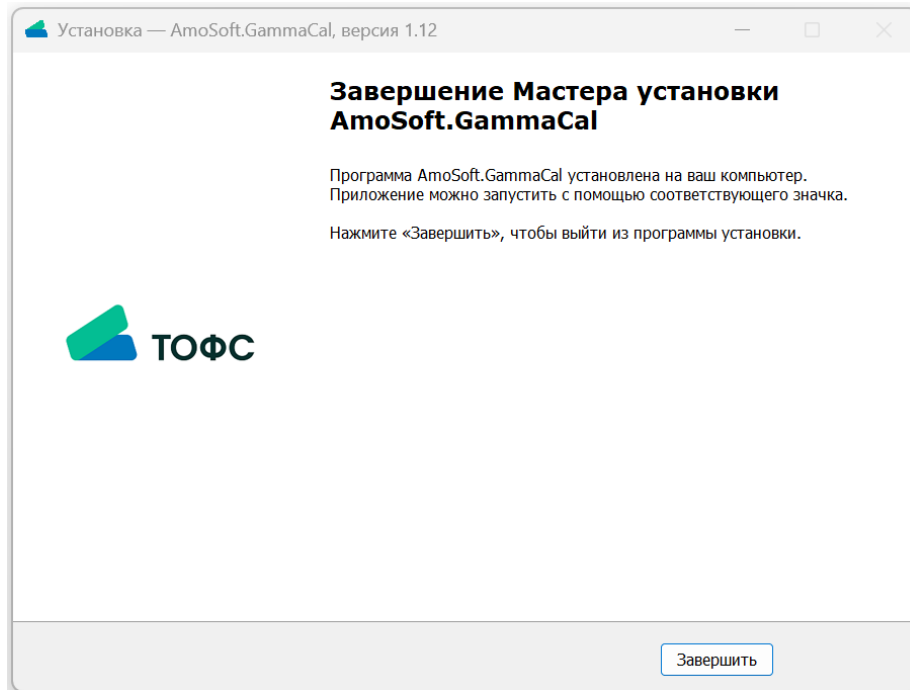

Рисунок 4 – завершение установки ПО “GammaTest”
4. Завершите установку ПО “GammaTest” (см. рисунок 4).